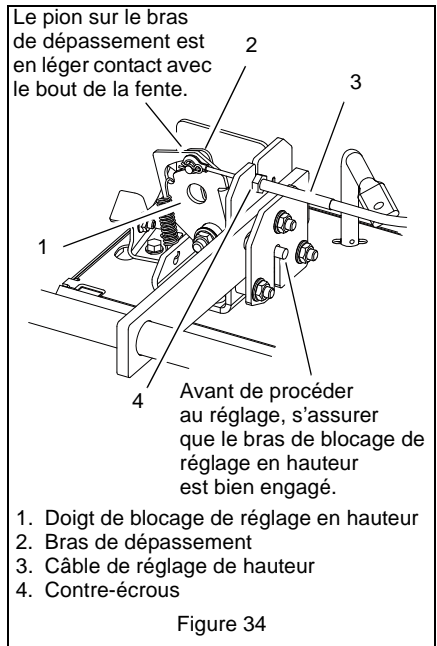

Figure 34
(Figure 34)
1. S'assurer que le doigt de réglage de hauteur est engagé à fond (Figure 34).